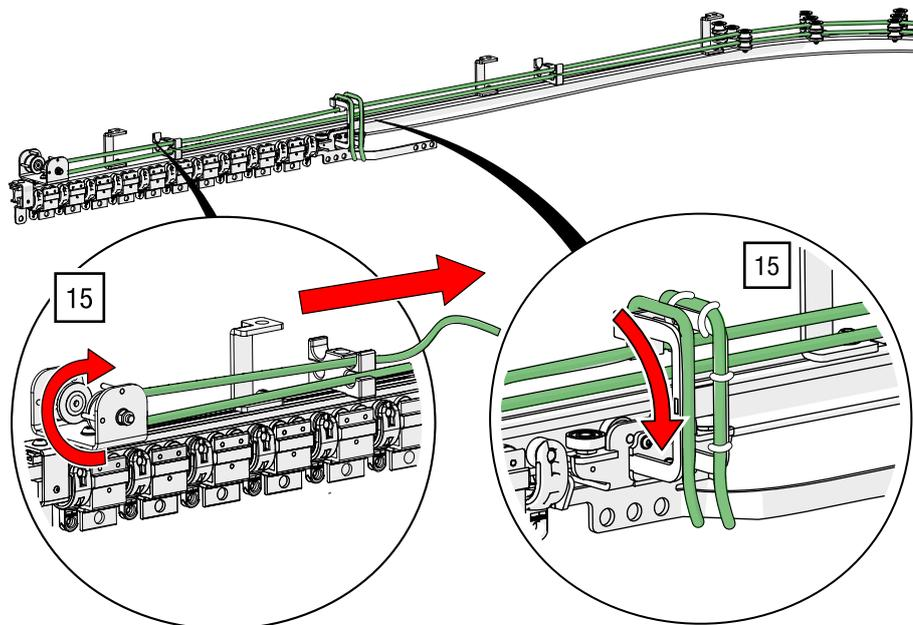

Abb. 111: Doppelt obenliegende Seilführung – Seilende durch die Umlenkrolle in den Zugwagen führen
15. Führen Sie das zweite Seilende durch die Umlenkrolle in den Zugwagen (siehe Abb. 111).